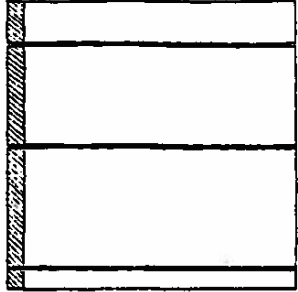

Fig. 11. Vertikalt trepanel med borda kant i kant (lævepanel).
-Vertikalt løepanel med borda lagt kant i kant (fig 11)	27/76 (36%)